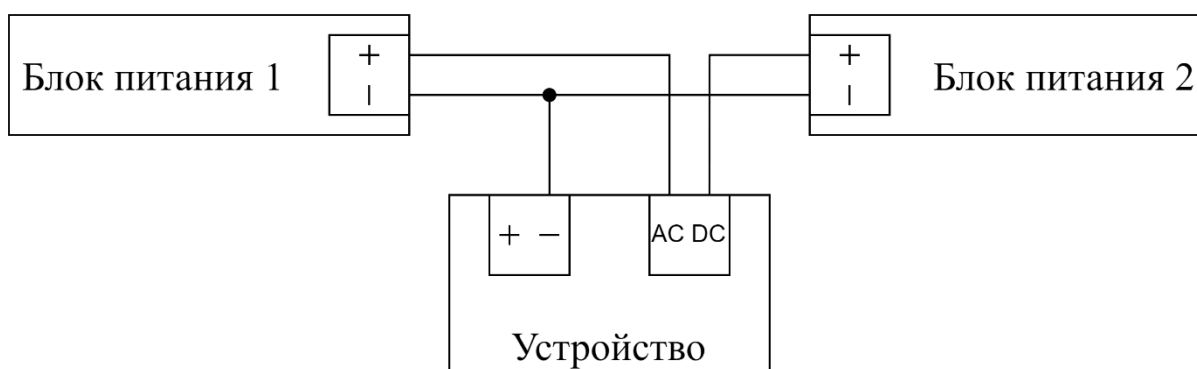

Рис. 6
- Подключение двух источников питания производится по схеме, приведенной на рис. 6.